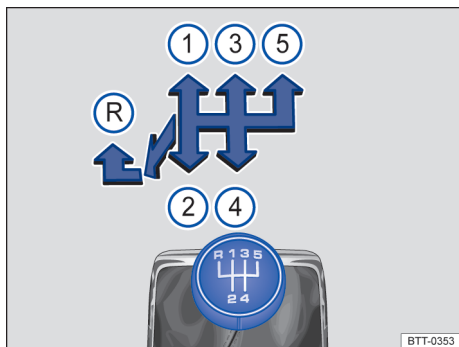

Fig. 94 Esquema de troca de marchas da transmissão manual de 5 marchas.
As posições de cada uma das marchas estão representadas na alavanca de troca de marcha → Fig. 94.
- Empurrar a alavanca de troca de marcha totalmente para a esquerda e depois para frente até a posição da marcha a ré → Fig. 94 Ⓜ.